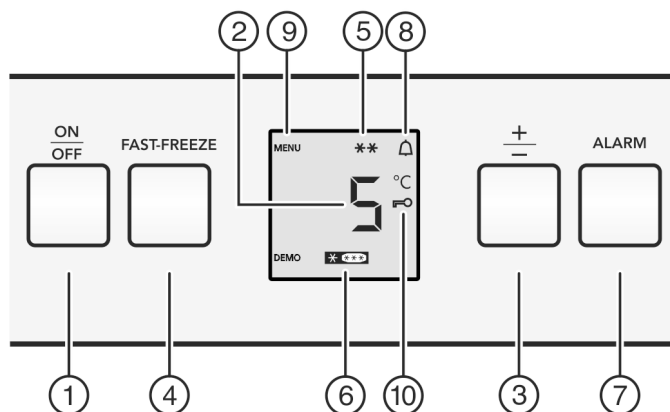

Fig. 2
- ▶ Aan/uit-toets Fig. 2 (1) indrukken.
- ▶ Druk de toets Fast-Freeze *Fig. 2 (4)* ca. 5 seconden in.
- ▷ Op het display wordt het symbool Menu *Fig. 2 (9)* weergegeven.
- ▶ Met de toets Fast-Freeze *Fig. 2 (4)* kort bevestigen.
- ▷ Het symbool Kinderbeveiliging *Fig. 2 (10)* brandt op het display.
- ▶ Druk de toets On/Off *Fig. 2 (1)* kort in.
- ▶ Toets Alarm *Fig. 2 (7)* indrukken.
Tegelijkertijd knipperen de temperatuurdisplay en het symbool Alarm *Fig. 2 (8)*.
Het akoestisch alarm stopt automatisch, het symbool Alarm *Fig. 2 (8)* gaat uit en de temperatuurdisplay houdt op met knipperen, wanneer de temperatuur weer laag genoeg is.
- ▶ Temperatuurfunctie oproepen: Druk de insteltoets "+/-" *Fig. 2 (3)* in.
- ▶ Temperatuur in 1 °C stappen wijzigen: Druk de insteltoets "+/-" *Fig. 2 (3)* net zo vaak in, totdat de gewenste temperatuur op het temperatuurdisplay oplicht.